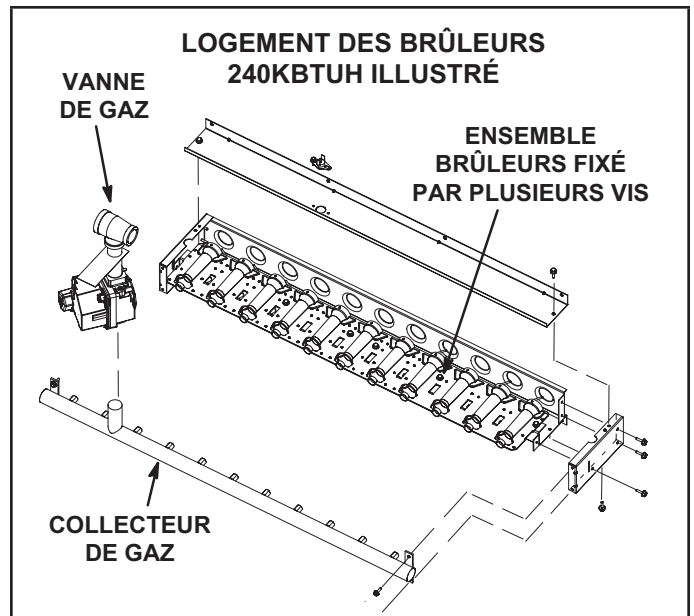

FIGURE 37
- 3 - Retirer les vis qui fixent l'ensemble brûleurs au support des brûleurs et retirer l'ensemble. Voir FIGURE 37. Les nettoyer au besoin.